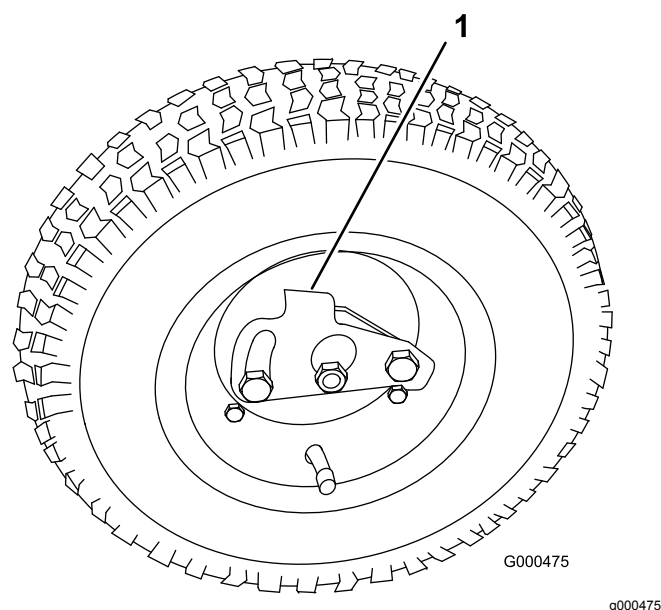

図 10
2. 車輪についているロッククリップが車軸に掛かるようにして車輪を六角シャフトに通す図 10。